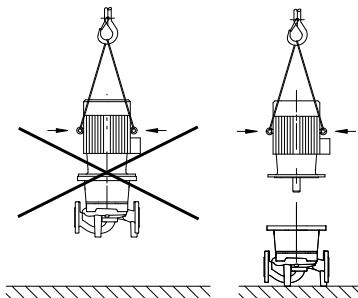

Fig. 8. Транспортировка электродвигателя
- Транспортировочные проушины на электродвигателе служат только для транспортировки электродвигателя, транспортировка всего насоса с их помощью недопустима (Fig. 8).